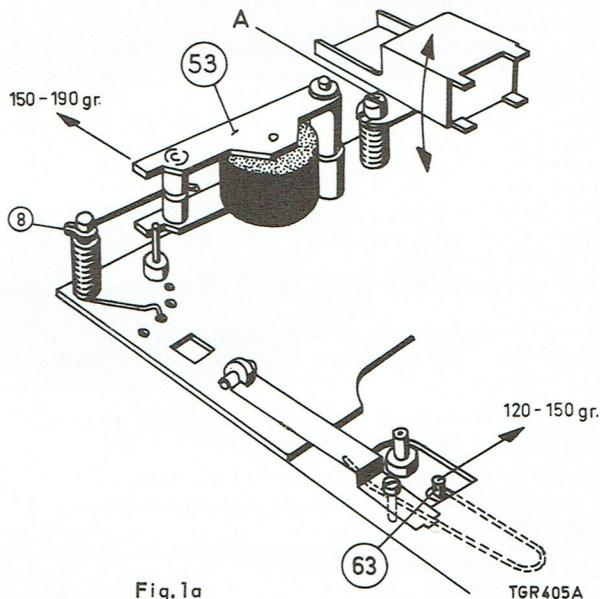

Fig. 1a
- 4) Régler à la tension de sortie maximale à l'aide de la vis A (fig. 1a).
- 2) A l'aide d'un dynamomètre, mesurer la traction nécessaire pour dégager le galet presseur du cabestan. Cette force doit être située entre 150 et 190 g. Le réglage peut être ajusté en déplaçant l'extrémité du ressort 55 dans les ouvertures prévues à cet effet (fig. 1a).
- 2) La pression du galet d'entraînement exercée contre le plateau de bobine droit doit se situer entre 120 et 150 g. (fig. 1a). Cette pression peut être réglée en cambrant légèrement le ressort à fil situé au-dessous du levier du galet d'entraînement.